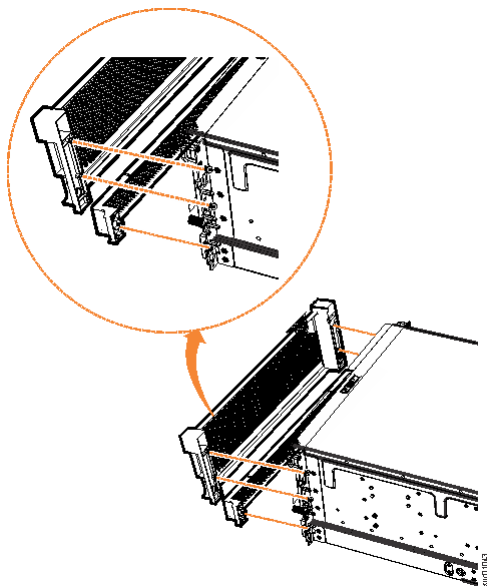

Abbildung 91. Blendenkomponenten wieder an Erweiterungsgehäuse anbringen
1. Richten Sie die 4U-Frontblende so am Gehäuse aus, dass die Rändelschrauben durch die Schraublöcher an den beiden Seiten passen. Wie in Abbildung 91 auf Seite 79 gezeigt, werden mit dieser Aktion die Schraublöcher an der Rückseite der Blende an den Schraublöchern am vorderen Flansch des Gehäuses ausgerichtet.
3. Bringen Sie die untere 1U-Blende wieder an, mit der die Netzteile abgedeckt werden. Richten Sie die Blende am Gehäuse aus und drücken Sie die Blende vorsichtig ein, bis sie am Chassis einrastet (siehe Abbildung 91 auf Seite 79).